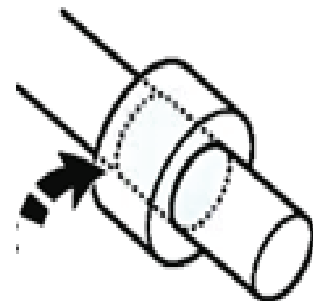

Abbildung 2
- 3) Der Widerstandsbereich (siehe Abbildung 2) variiert abhängig von den unterschiedlichen Aufgaben. Bei manuellen Abziehern wird empfohlen, dass der Durchmesser der Abziehspindel mindestens die Hälfte des Schaftdurchmessers betragen sollte. Bei Hydraulikabziehern ist es für die erforderliche Tragfähigkeit ein guter Start, wenn das 8-10 fache des Schaftdurchmessers verwendet wird. Zum Beispiel: